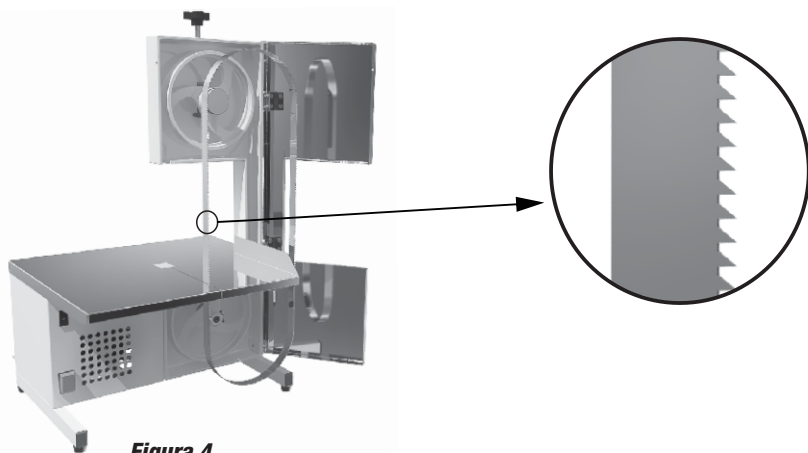

Figura 4
Posicione a lâmina (21) sobre os volantes (47 e 48), com os dentes voltados para frente e apontando para baixo na região de corte, conforme **figura 4**. Estique a lâmina (21), girando o manipulador (28) do esticador (12) no sentido **horário** até que a lâmina fique bem calibrada (esticada).